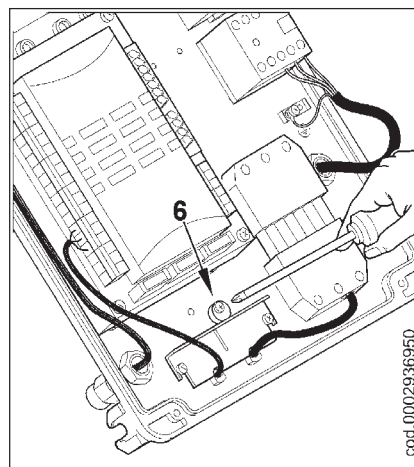
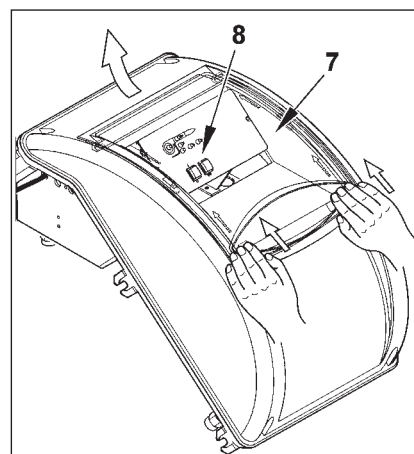

Fig. 3
Fig. 4
- Для закрытия крышки электрического щита, заверните 4 винта (1) моментом затяжки, равным приблизительно 5 Нм, для обеспечения хорошего уплотнения. Теперь можно получить доступ к блоку управления (8). Для этого отцепите прозрачное окошко (7) лёгким надавливанием руки в направлении стрелок, как показано на рис. 4. Подождите, пока окошко немного не сдвинется, а после этого снимите его с крышки.
- Для правильного расположения прозрачного окошка на щите поступайте в соответствии с рисунком 5. Поместите крюки в соответствующие гнёзда (9) и продвигайте окошко в направлении, указанном стрелкой, до тех пор, пока не услышите лёгкий щелчок. Должное уплотнение теперь обеспечено.
После того как были вынуты провода розжига и ионизации (3) из соответствующих электродов, полностью отверните гайку (4) и заверните винт (5) так, чтобы он продвинулся по газоподводящему патрубку (8), как показано на рис.3, на расстояние, достаточное для гарантирования демонтажа узла смесителя.
Слегка приподнимите газоподводящий патрубок (8), смотрите рисунок 3. Снимите весь узел смесителя в направлении, указанном стрелкой (9), смотрите рисунок 4. Завершив техническое обслуживание и проверив правильное положение электродов розжига и ионизации, монтируйте головку горения, выполняя операции в обратном вышеперечисленному порядку (см. <?>).